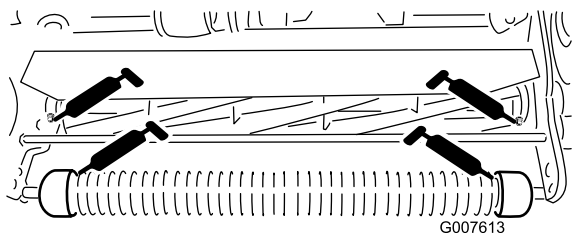

Рисунок 24
- Две на переднем валике (Рисунок 24)
- Две на подшипниках барабана (Рисунок 24)